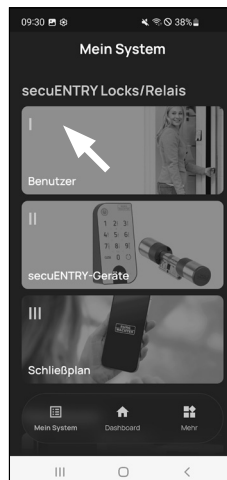

Fig. 2
- 2 Appuyez sur le premier élément du menu « I - Utilisateurs » (Fig. 2).
- 3 Vous voyez figurer les utilisateurs déjà créés. Appuyez sur l'utilisateur pour lequel vous souhaitez configurer le transpondeur RFID (Fig. 2).